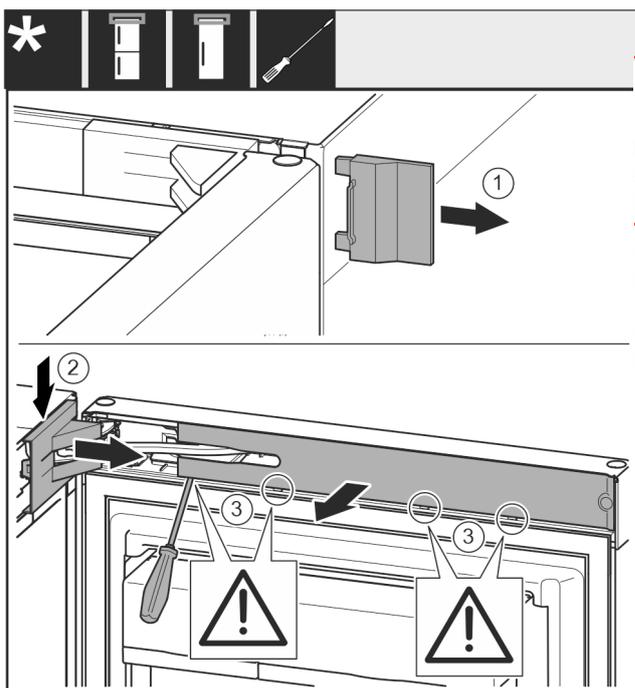

Fig. 7
► Rimuovere la copertura esterna. Fig. 7 (1)
► Disinnestare e allentare la copertura del blocco di supporto. Rimuovere la copertura del blocco di supporto. Fig. 7 (2)
► Disinnestare il pannello con un cacciavite a testa a intaglio e ruotarla lateralmente. Fig. 7 (3)